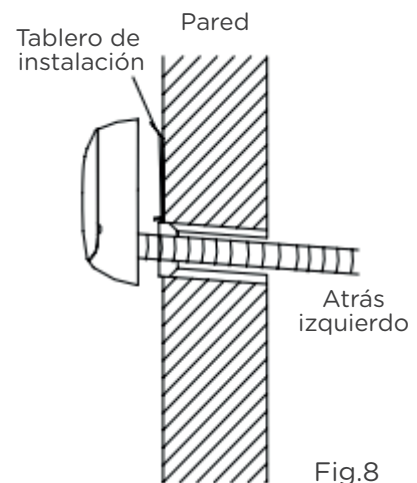

Fig.8
- Monte la unidad interior en los dos ganchos en la parte superior de la placa de instalación. (Consulte la Fig. 8)